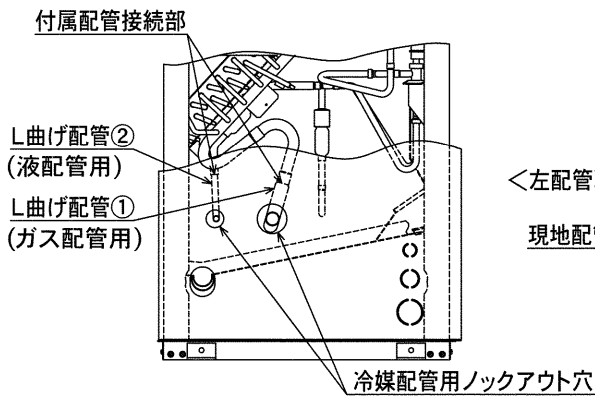

図4
(図4) ベルトの張力
- (4) 図4 ・ 図5 に示すとおり、付属配管・現地配管を前面からロウ付接続を行ってください。
現地配管接続部 図5 → 付属配管接続部 図4